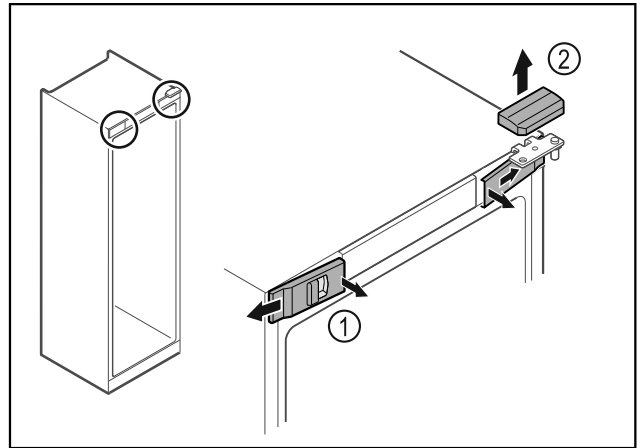

Fig. 9
- Paina etummaisheet suojukset Fig. 9 (1) sisäpuolelta irti ja ota ne sivukautta pois.
- Ota ylempi suojus Fig. 9 (2) yläkautta pois.